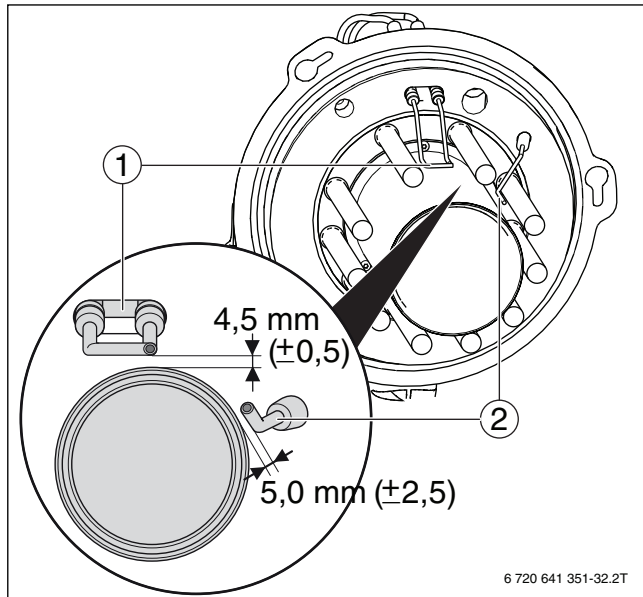

Bild 82 Zünd- und Überwachungselektroden
- ▶ Elektrodenabstände messen und gegebenenfalls über die Befestigungsschrauben justieren (→ Bild 82, Seite 49).